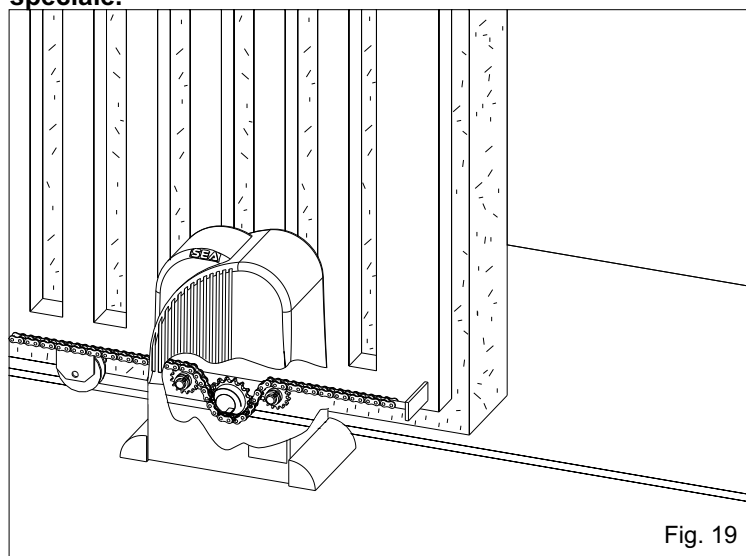
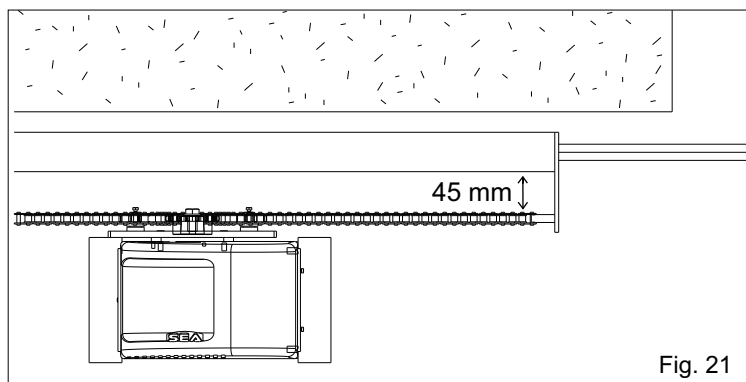
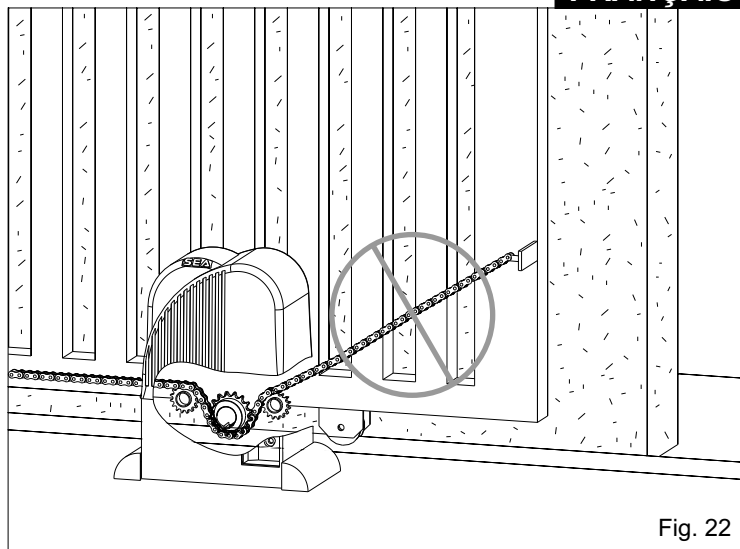

Fig. 19
Fig. 21
Fig. 22
Dans les figures 19 et 20 il est possible voir l'installation correcte respectivement avec portail ouvert et fermé; noter bien que le parcours obligatoire de la chaîne à l'intérieur du groupe pignon ne doit pas être varié. Pour une installation correcte il faut suivre attentivement les indications reportées en suite.
Nota : Il faut que les trous pour le tendeur de chaîne et donc pour la chaîne elle-même se trouvent dans une distance de 45 mm du portail (fig. 21).
9.2. Installer la chaîne en faisant la passer par le groupe pignon comme dans Fig. 18. La chaîne doit toujours être en ligne, soit verticalement (Fig. 19) que horizontalement (Fig. 21), dans le cas contraire (Fig. 22 et 23) elle peut se dérailler du groupe pignon ou il y a le risque d'avoir un majeur effort du motoréducteur et de conséquence un mauvais fonctionnement de l'installation.